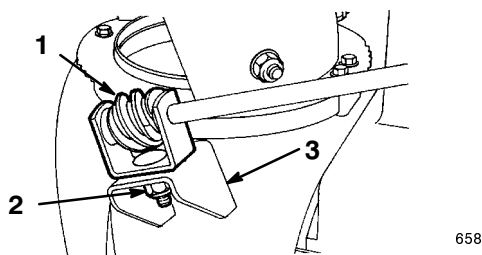

Figure 11
2. Enduisez la vis sans fin de graisse multi-usages No 2 (Fig. 11).
3. Montez la vis sans fin et le support sur la bride de montage prévu, de manière lâche, à l'aide d'un boulon, d'une rondelle pyramidale et d'un contre-écrou (Fig. 11).
4. Glissez la vis sans fin dans les dents de la couronne de l'éjecteur et serrez le contre-écrou (Fig. 11).